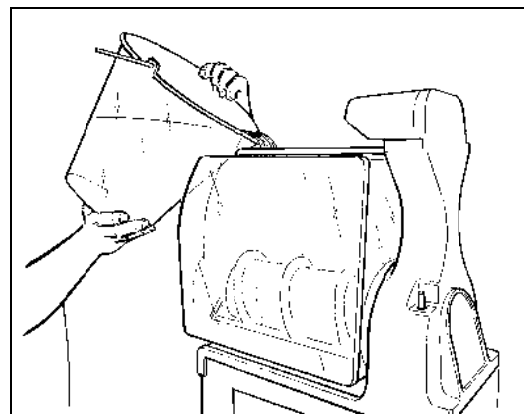

Fig. 7
- Verser le produit obtenu dans la cuve (voir fig.7).